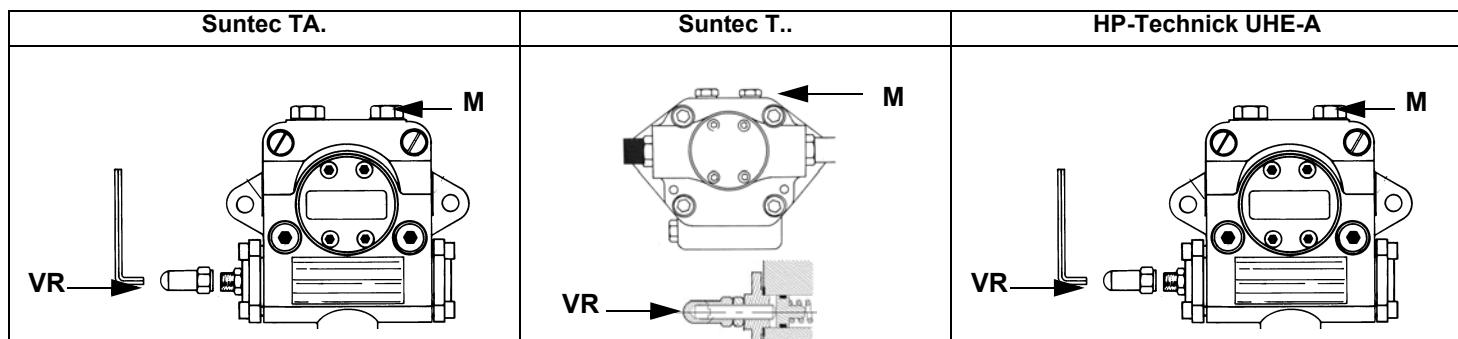

Fig. 7
- 3 purgar el aire de la conexión (**M**) manómetro de la bomba (Fig. 7), aflojando levemente el tapón, sin quitarlo; luego soltar el contactor;
- 5 La presión de alimentación de la boquilla ya es previamente calibrada en fábrica y no debe ser modificada. Sólo si fuera necesario, regular la presión de alimentación (véase apartado correspondiente) de la siguiente manera: colocar un manómetro en la posición indicada en Fig. 8 intervenir en el tornillo de regulación **VR** de la bomba (véase Fig. 7) hasta obtener una presión en la boquilla igual a 20 bar (boquillas Monarch o boquillas Bergonzo)